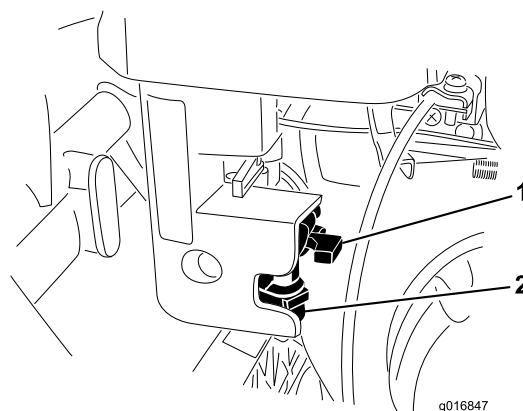

Figura 37
1. Feche a válvula de bloqueio do combustível e desaperte o recipiente do combustível do corpo do filtro (Figura 37).